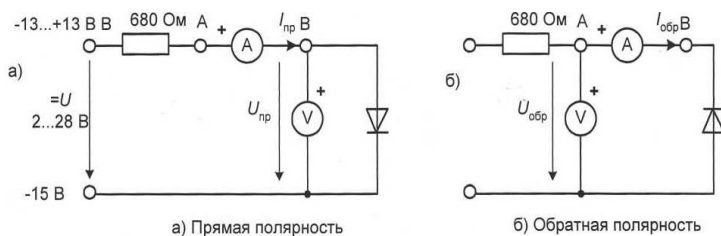
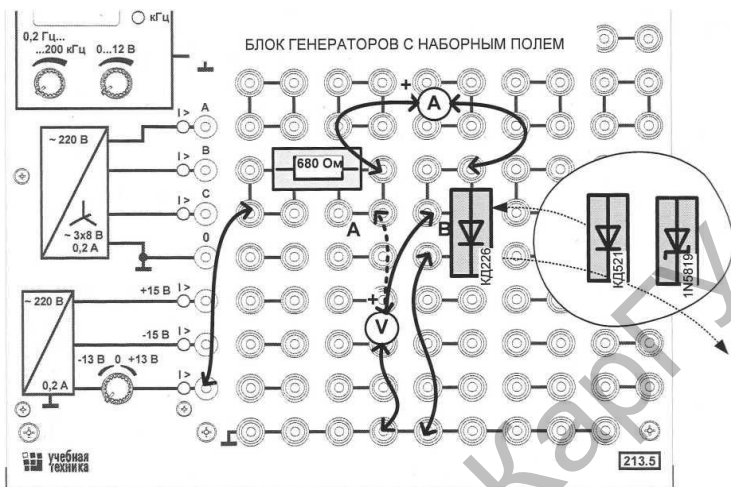

Рисунок 5.10
Рисунок 5.11
1. Соберите цепь (рис. 5.10, а) для снятия прямой ветви вольтамперной характеристики диодов. Монтажная схема изображена на рис. 5.11. *Обратите внимание, что вольтметр по этой схеме подключён к точке «В» (после амперметра) и на его показания не влияет падение напряжения на амперметре, которое соизмеримо с прямым падением напряжения на диоде. В то же время ток через вольтметр несоизмеримо мал с прямым током диода и не вносит заметной погрешности в показания амперметра.*